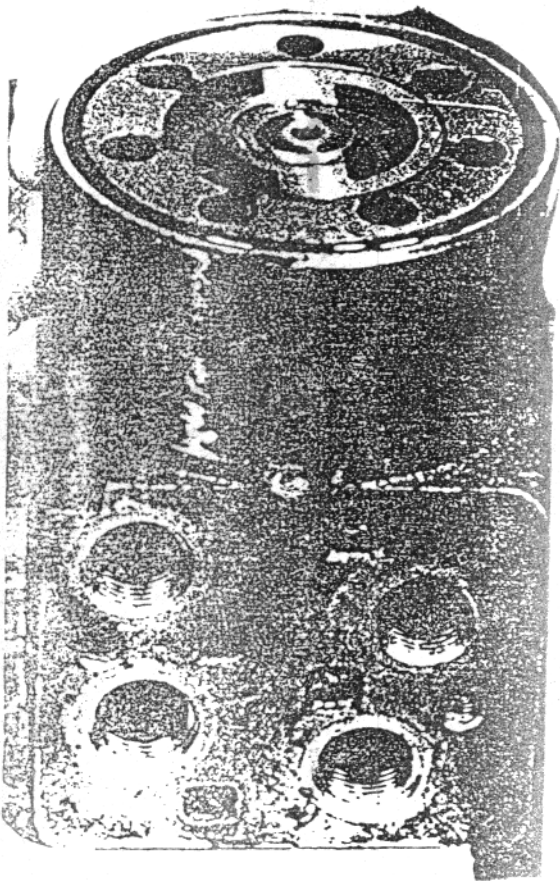

Рис. 8.34
- Намазываются "О" кольца 39 консистентной смазкой и ставятся на кожухе 37, который насаживается на собранные таким образом части (см. рис. 8.34/).